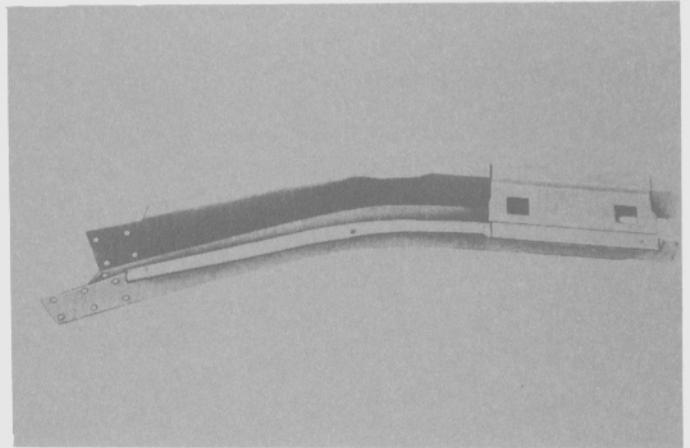

Fig. 316
- Agujerear la prolongación del larguero con orificios de 8 a 10 mm. de diámetro para realizar posteriormente la soldadura por pudelado (Fig. 316).